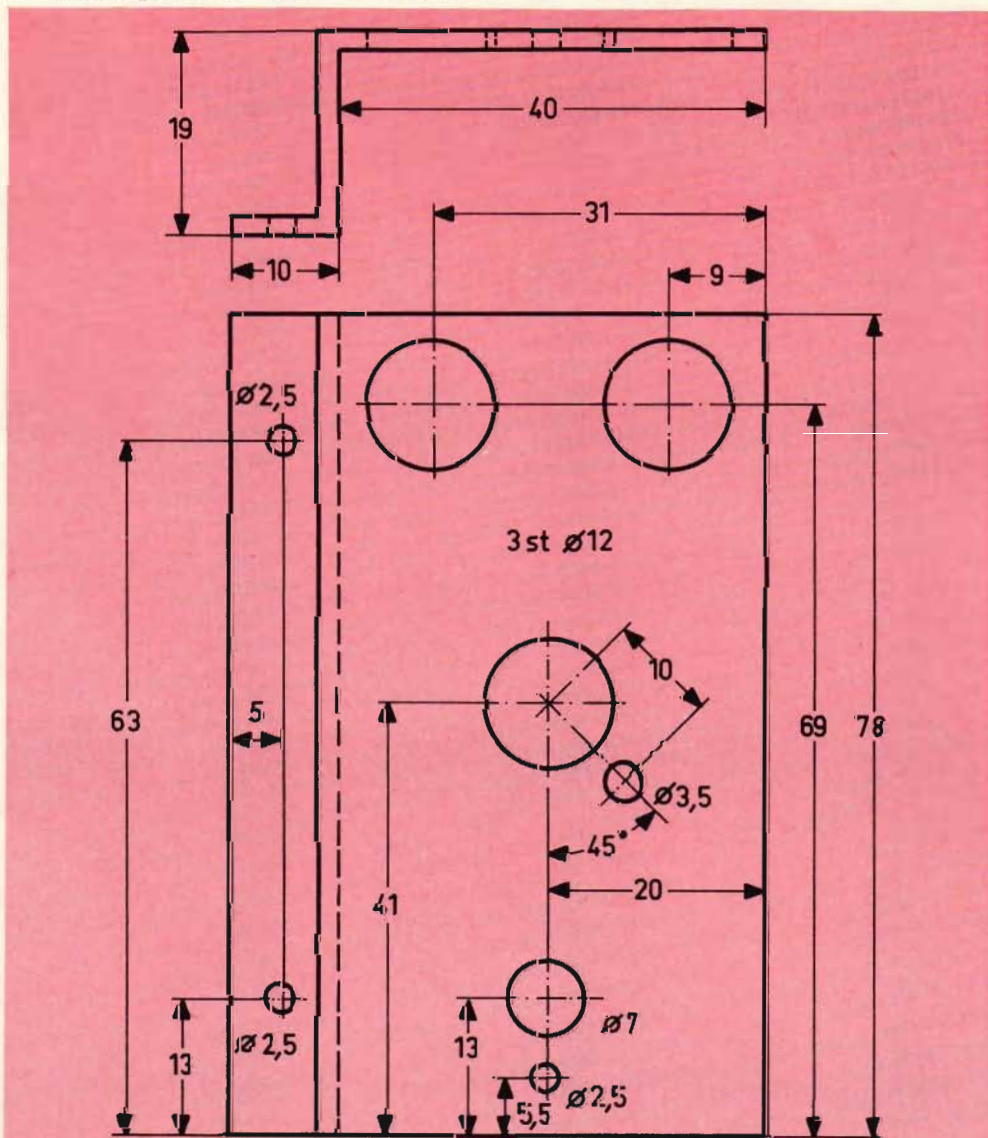

Fig 1. Plåtinkeln, som skall bära upp omkopplare och potentiometer, skall ha följande dimensioner (i mm) för att passa in på kretskortet.
■ Först tillverkas en plåtinkel som skall uppbära de båda vippomkopplarna, volymkontrollen och vridomkopplaren. Skall plåtinkeln monteras på ett kretskort med de dimensioner som anges i denna artikel, måste den tillverkas enligt fig 1. Monteringsarbetet startar sedan med att de omnämnda komponenterna monteras på plåtinkeln, varefter komponenter och byglar monteras på kretskortets ovansida.